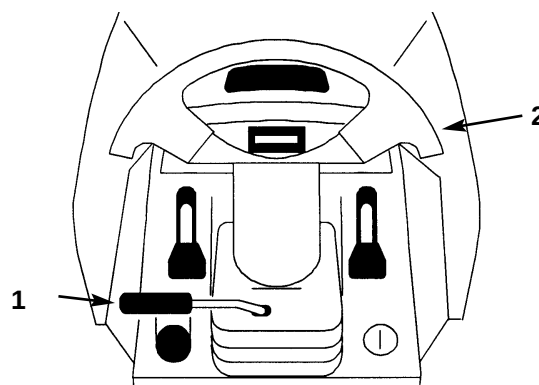

Figure 14
1. Soulever le levier d'inclinaison pour relâcher le verrou (Fig. 14).